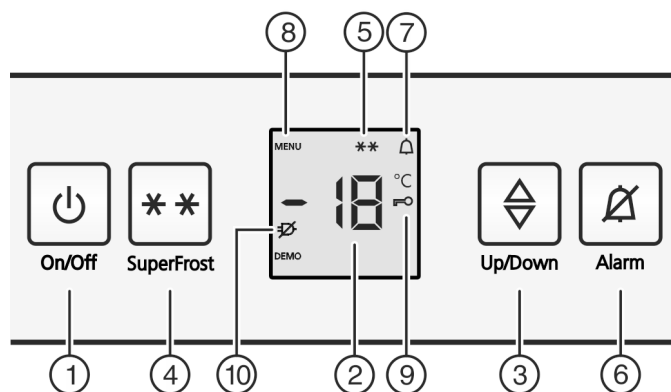

Fig. 2
- Symbol SuperForst Fig. 2 (5) bliká společně s ukazatelem teploty.*
- Stiskněte tlačítko On/Off Fig. 2 (1).
- ▶ Zapnutí seřizovacího režimu: Stiskněte tlačítko SuperFrost Fig. 2 (4) asi na 5 sekund.
- ▷ Na displeji se zobrazí Symbol menu Fig. 2 (8).
- ▶ Potvrďte krátce tlačítkem SuperFrost Fig. 2 (4).
- ▷ Na displeji svítí Symbol dětské pojistky Fig. 2 (9).
- ▶ Stiskněte krátce tlačítko On/Off Fig. 2 (1).
- ▷ Symbol dětské pojistky Fig. 2 (9) zhasne.
- ▶ Stiskněte tlačítko Alarm Fig. 2 (6).
Současně bliká ukazatel teploty a symbol Alarm Fig. 2 (7).
Výstražný bzučák se vypne automaticky, symbol Alarm Fig. 2 (7) se vypne a ukazatel teploty přestane blikat, když je teplota zase dostatečně nízká.